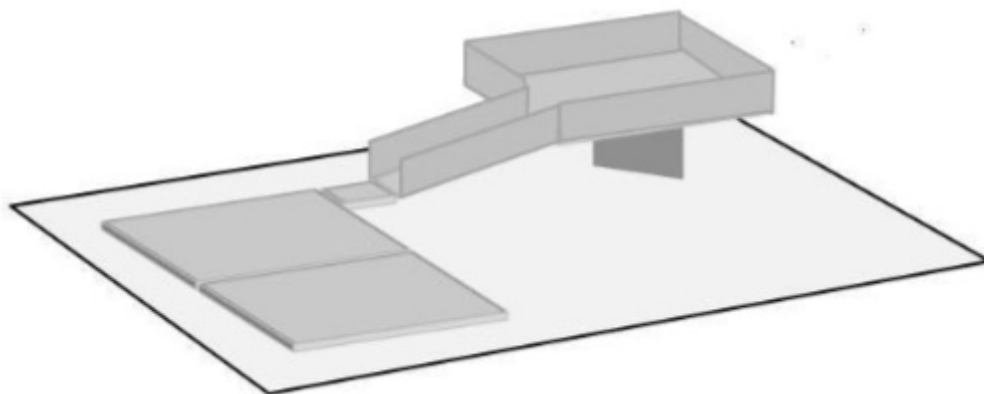

Figura 2 - Ilustração de uma possível arena.
6.1 O ambiente será composto por uma área de percurso anterior à rampa, uma rampa e uma sala de resgate, conforme ilustrado na Figura 2. A área de percurso fica na parte mais baixa da arena, enquanto a rampa conecta a área de percurso com a sala de resgate, que fica num plano mais elevado.